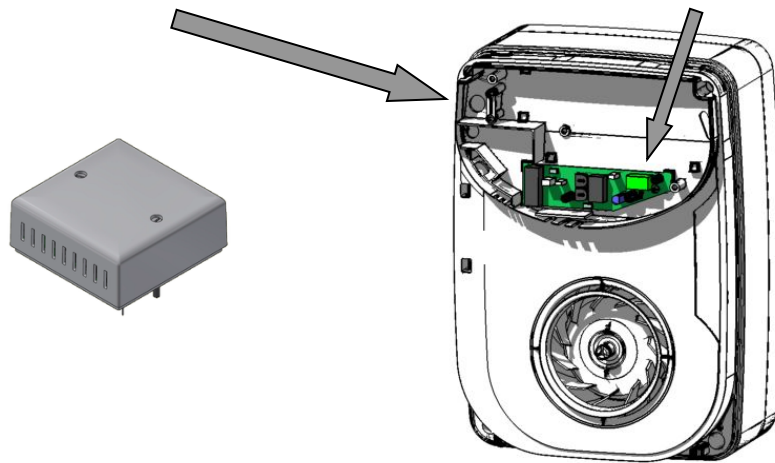

Fig.14
12. Vuelva a colocar la tapa eléctrica con los 2 tornillos indicados en la fig. 14.